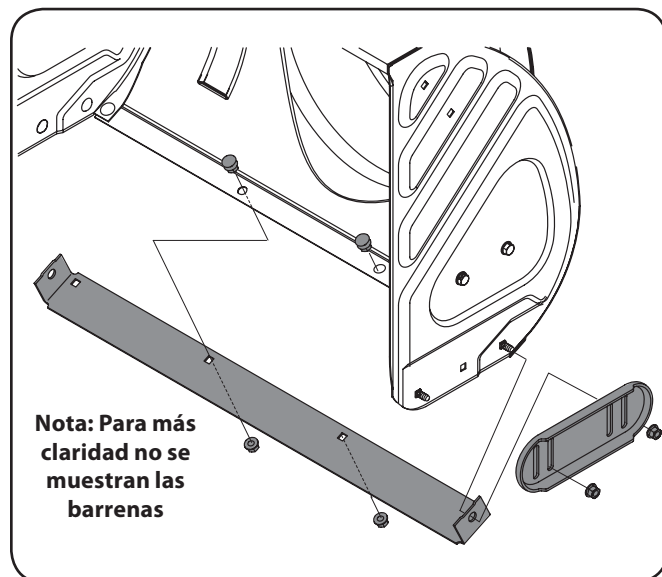

Figura 6-1
2. Monte las nuevas zapatas antideslizantes con los cuatros pernos de carro (dos en cada lado) y las tuercas hexagonales con brida. Consulte la Figura 6-1.
2. Monte la placa de raspado nueva, asegurándose de que las cabezas de los pernos de carro se encuentren del lado interior de la caja. Ajuste bien. Consulte la Figura 6-1.